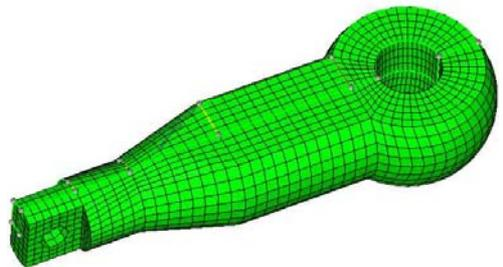

图 5-74 最终的有限元网格模型
- (4) 单击 **equivalence** 按钮，将所有的节点自动调整为连续的。这样便得到了最终连续的完整的有限元网格模型，如图 5-74 所示。